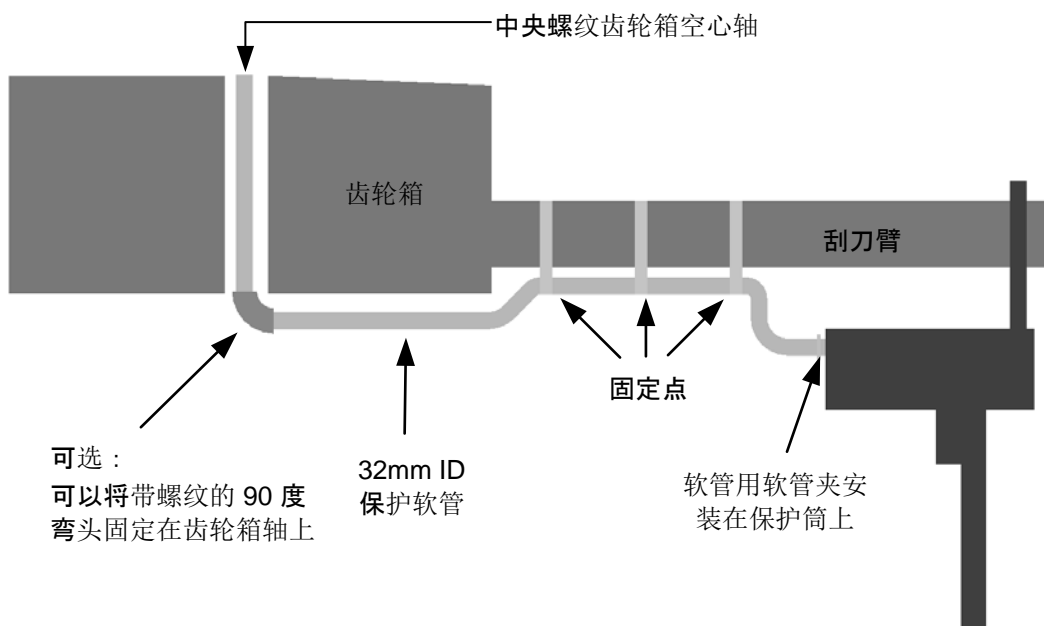

图 21: 空隙充足时电缆的安装方法
- 应根据需要焊接或用螺栓固定金属条，为橡胶软管和电缆提供固定点。图 21 为建议的安装细节。